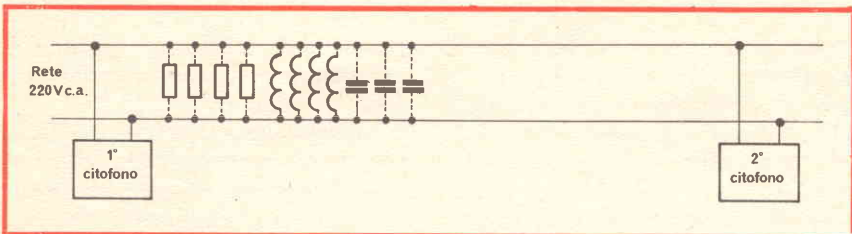

Fig. 4 - Linea con ostacolo di troppo carico cioè impedenza di linea di molto inferiore all'impedenza d'uscita dei citofoni.
2) La linea di alimentazione e di richiusura antenne RX/TX c.a. 220 V, mediamente calcolata come carico resistivo di 10Ω , non ha tali caratteristiche. Es: caso particolare di impianto citofono ad onde convogliate tra abitazioni di stabili vicini tra loro, ma serviti di energia elettrica tramite la stessa cabina di trasformazione. In questo caso, la linea a 220 V è richiusa da molteplici carichi sia resistivi che induttivi (ferri da stiro, stufette elettriche, motori, trasformatori ecc), che possono abbassare la resistenza totale della linea a valori inferiori all'unità di ohm. In effetti le possibilità di collegamento tra due citofoni in queste condizioni di rete saranno comunque possibili, ma notevolmente ridotte in distanza di tratta (vedi disegno di fig. 4)